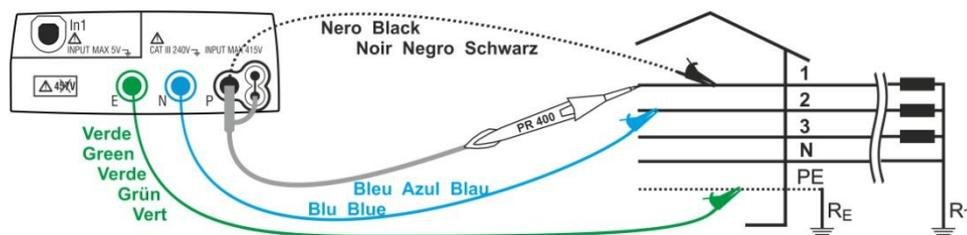

Fig. 18: Medição da impedância da linha fase – fase em instalações trifásicas 400V + N + PE através de cabos individuais e ponteira remota
5. Inserir os conectores verde, azul e preto do cabo shuko com três terminais nos correspondentes terminais de entrada do instrumento E, N, P. Como alternativa, utilizar os cabos individuais e inserir nas extremidades livres os correspondentes crocodilos. Eventualmente, utilizar a ponteira remota inserindo o conector multipolar no terminal de entrada P. Ligar a ficha shuko, os crocodilos ou a ponteira remota à rede elétrica de acordo com as Fig. 15, Fig. 16, Fig. 17, Fig. 18 e Fig. 19.